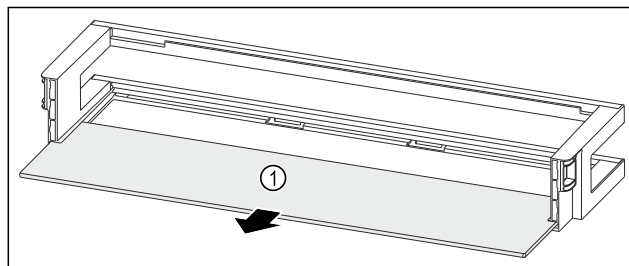

Fig. 132 Дверная полка со съемной полкой
- ▶ Извлеките съемную полку Fig. 132 (1).